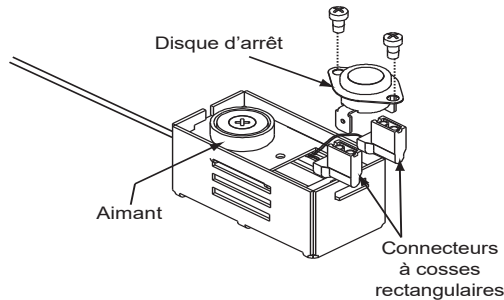

Figure 23.1
4. Tirez le disque d'arrêt et les connexions à cosses rectangulaires vers le haut pour les sortir du support comme illustré à la **Figure 23.1**